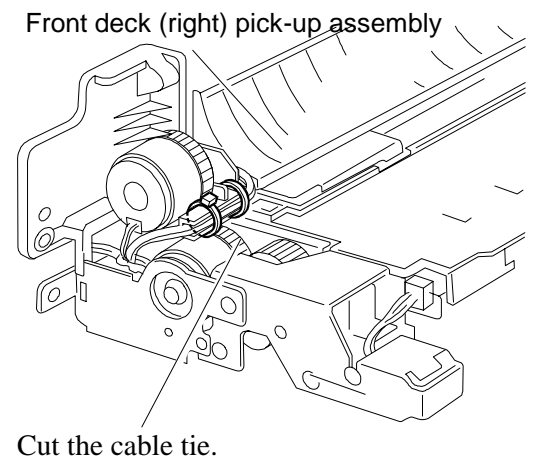

Fig. 1
- 2) Cut the cable tie (Fig.1).